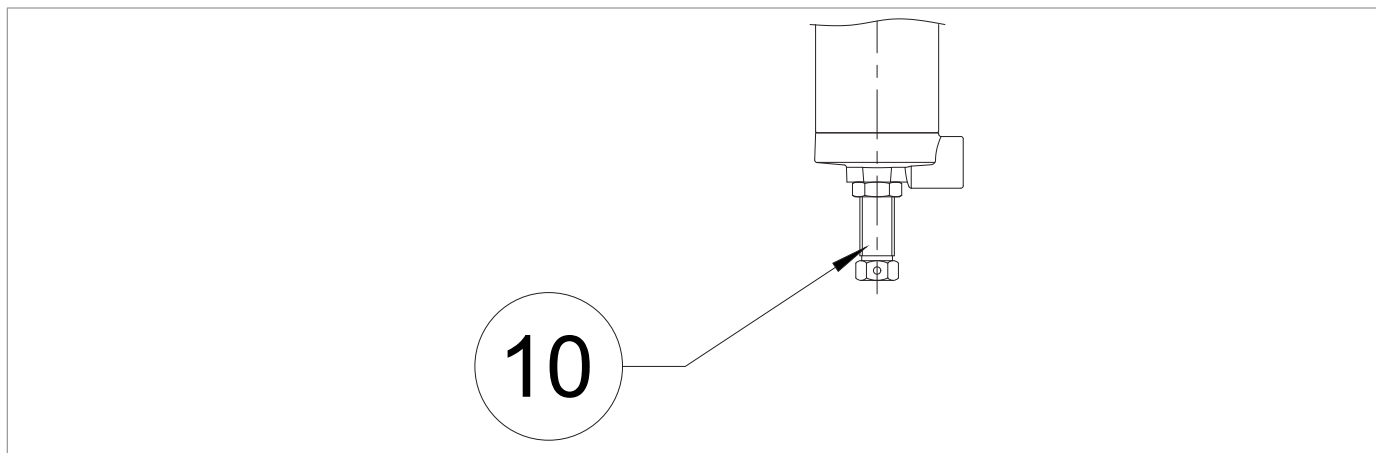

Fig. 8.30. Piloti serie 200/A/FO
2	Svitare completamente il dado di fissaggio e la vite di regolazione (Fig. 8.30) dei piloti (3, 11) per scaricare le molle.
4	Comprimere completamente la molla del pilota (3) ruotando la vite di regolazione (Fig. 8.30) in senso orario.
6	Ruotare la vite di regolazione (Fig. 8.30) del pilota monitor (11) in senso orario per aumentare il valore della pressione di valle fino al valore prescelto di lavoro del monitor. ! AVVISO! Controllare la pressione facendo riferimento al manometro (5) posto a valle.
7	Ruotare la vite di regolazione (Fig. 8.30) del pilota (3) in senso antiorario per scaricare la molla di taratura fino al raggiungimento del valore di pressione di valle prestabilito.
13	Bloccare le viti di regolazione e i dadi di fissaggio (Fig. 8.30) dei piloti (3, 11).
2	Svitare completamente il dado di fissaggio e la vite di regolazione (Fig. 8.30) dei piloti (3, 10).
5	Comprimere completamente la molla del pilota (3) ruotando la vite di regolazione (Fig. 8.30) in senso orario.
7	Aumentare lentamente la pressione di valle ruotando la vite di regolazione (Fig. 8.30) del pilota del monitor (10) in senso orario fino a raggiungimento del valore della pressione di intervento della valvola acceleratrice M/A (11). AVVISO! Controllare la pressione facendo riferimento al manometro (5) posto a valle.
9	<p>Ruotare la vite di regolazione (Fig. 8.30) del pilota del monitor (10) in senso antiorario per diminuire il valore della pressione di valle fino al valore prescelto di lavoro del monitor.</p> <div style="border: 1px solid black; padding: 5px;"> <p>! AVVISO!</p> <ul style="list-style-type: none"> • Assicurandosi che la valvola acceleratrice M/A (11) abbia interrotto lo scarico del gas; • Controllare la pressione facendo riferimento al manometro (5) posto a valle. </div>
10	<p>Ruotare la vite di regolazione (Fig. 8.30) del pilota (3) in senso antiorario per scaricare la molla di taratura fino al raggiungimento del valore di pressione di valle prestabilito.</p> <div style="border: 1px solid black; padding: 5px;"> <p>! AVVISO!</p> <p>Controllare la pressione facendo riferimento al manometro (5) posto a valle.</p> </div>
16	<p>Bloccare le viti di regolazione (Fig. 8.30) e i dadi di fissaggio dei piloti (3, 10) e della valvola acceleratrice M/A (11).</p>
2	Svitare completamente il dado di fissaggio (Fig. 8.30) della vite del pilota (3).
3	Scaricare completamente la molla del pilota (3) ruotando la vite di regolazione (fig. 8.30) in senso antiorario.